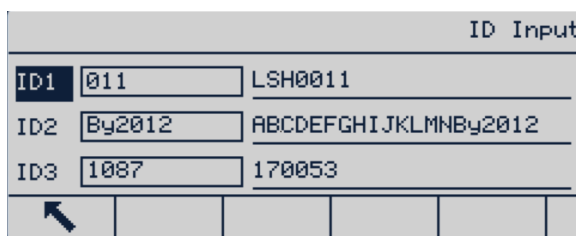

Figura 3-47: Schermata inserimento ID
7. A questo punto, nella schermata inserimento ID, immettendo il valore indice per ID1, ID2 o ID3, comparirà automaticamente la descrizione ID corrispondente (vedere la Figura 3-47).